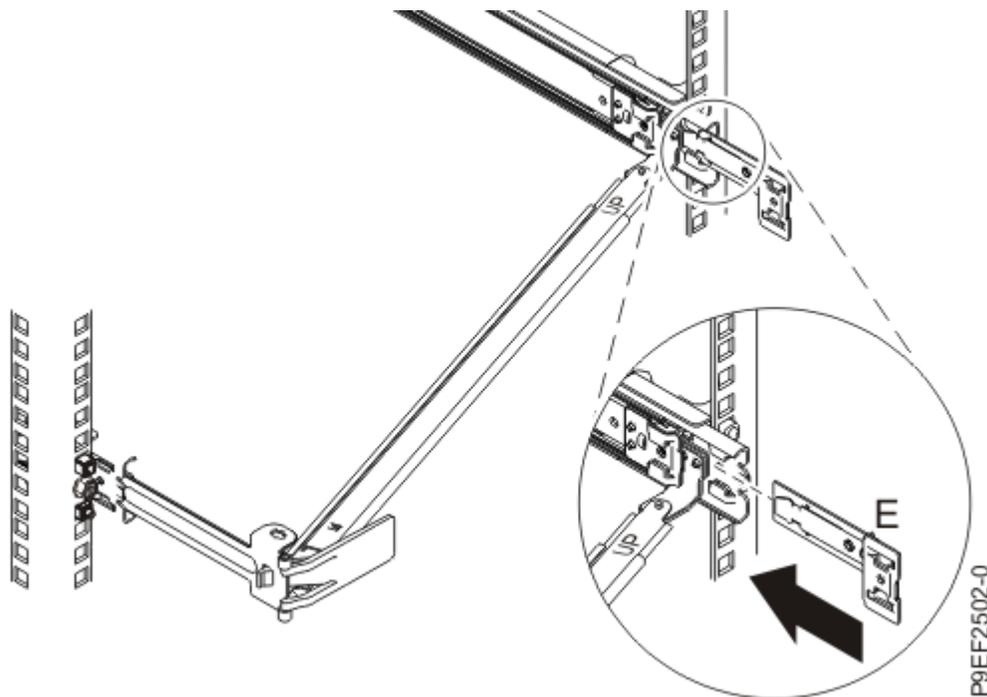

図 12. 拡張ブラケットをスライド・レールに取り付ける
5. パネ仕掛けのピンが所定の位置に収まるまで拡張ブラケット **(E)** を右スライド・レールに滑り込ませます。詳しくは、13 ページの図 12 を参照してください。